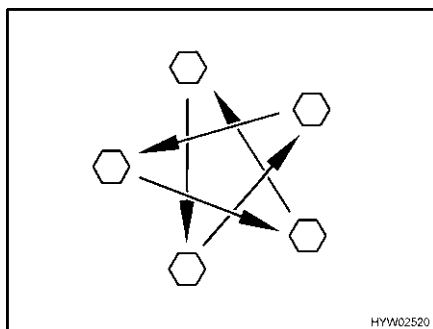

Fig. 268 Serrer en croix les écrous ou les boulons de roue
- Vérifier régulièrement le serrage des écrous ou des boulons de roues. Reserrer alternativement et en croix (Fig. 268) tous les écrous ou les boulons de roue 50 km après le changement d'une roue. Couple de serrage, voir paragraphe 13.5.2.
- ▷ Serrer en croix les écrous ou les boulons de roue (Fig. 268).